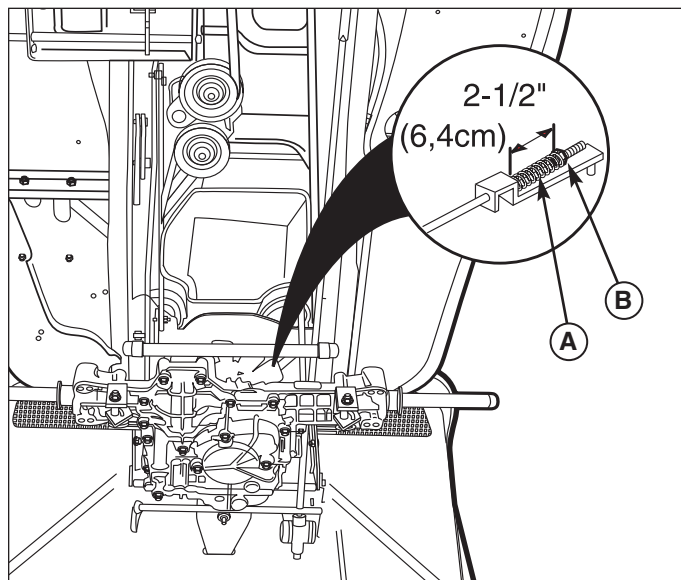

Figura 29.1. Regolazione della molla del freno
3. Individuare la molla del freno (A, Figura 29.1) ed il dado di regolazione (B).
Se la molla non è di questa misura, ruotare il dado di regolazione (B, Figura 29.1) per comprimerla o allentarla.